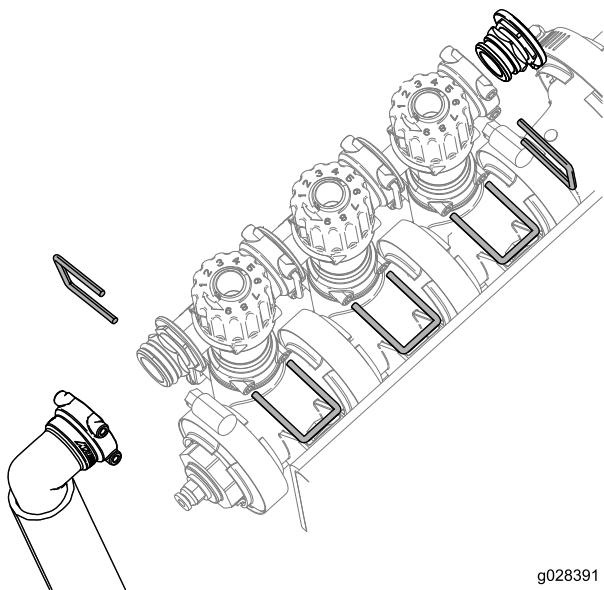

Figura 4
3. Retire las horquillas de retención que sujetan el conjunto de válvulas de desvío, el conector de extremo y la manguera, según se muestra en Figura 4.